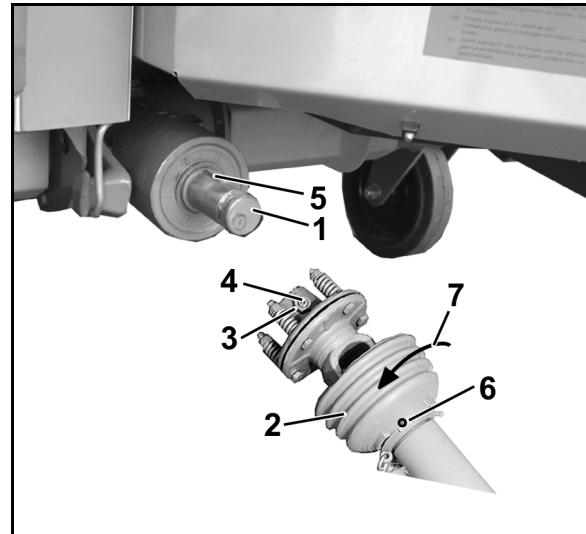

图 36
2. 清洁齿轮箱输入轴 (图 36/1)。
4. 旋出锁紧螺栓 (图 36/6)。
5. 将锥形防护罩 (图 36/2) 旋到安装位置 (图 36/7)。
7. 在磨擦联轴节的连接叉中拧开锁紧螺母 (图 36/3) (直至螺纹销不再突出于锁紧螺母)，旋出内六角螺纹销 (图 36/4) 并检查连接叉是否能轻松装配到齿轮箱轴上。
注意完全盖住滑键 (图 36/5) !
手拧紧螺纹销，然后用螺母（图 36/3）
36/3）。旋出螺纹销（图 36/4）。